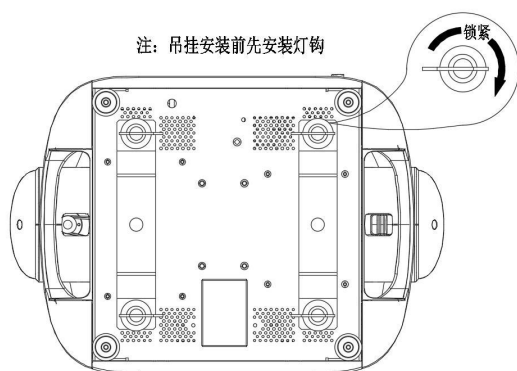

图 4-1：吊挂安装
- 4、吊架安装在灯体底座上，将扣件水平插入底座安装孔，抓住扣件手柄顺时针旋转 90 度锁紧，同样的方案安装第二个吊架（如图 4-1）。